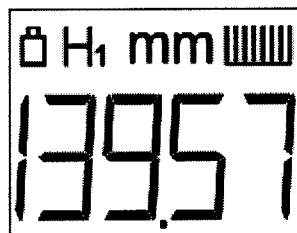

Рисунок 9 – Индикация толщины
6) Нажмите клавишу , после чего на основном индикаторе появится значение толщины, появится индикатор «Н1», а также начнет мигать индикатор «mm» (Рисунок 9).